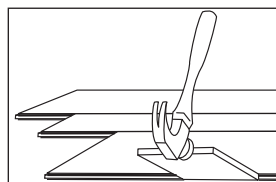

Figure 19
- Il sera peut-être nécessaire d'aligner le produit à l'aide d'une chute, tel qu'illustré (fig. 19 – maintenez l'angle de la chute bas pour éviter d'endommager les bords).